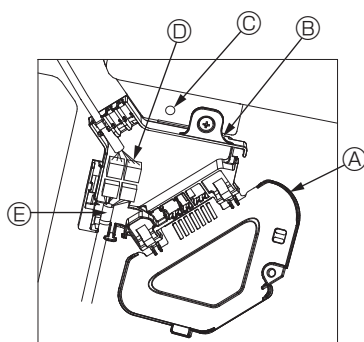

Fig. 6-9
- 2 Поместите в коннекторную коробку соединительный провод для мотора дефлектора решетки и провод мотора дефлектора. Соедините провода. (Fig. 6-9) Существует два разъема мотора дефлектора: синий и оранжевый. Убедитесь, что при подключении цвета совпадают.